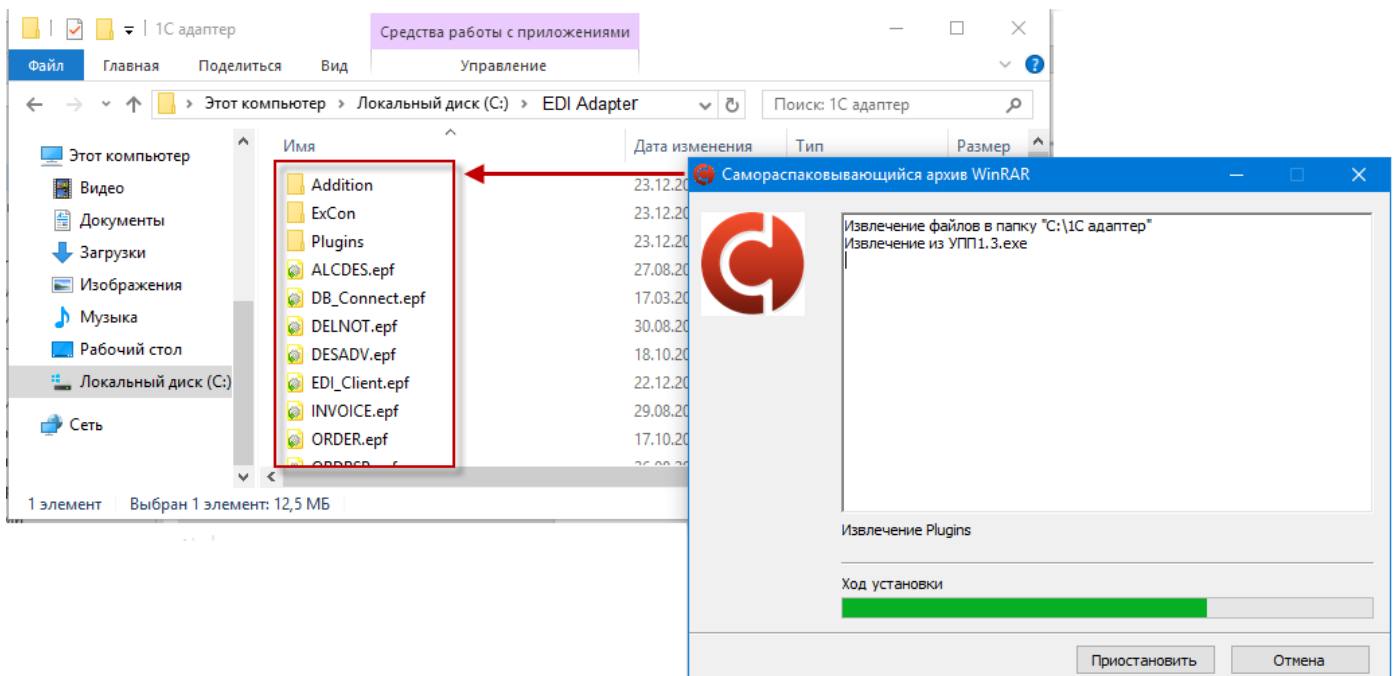

Рисунок 3 – Извлечение файлов
- Архив будет распакован в ту же папку (рис. 3);